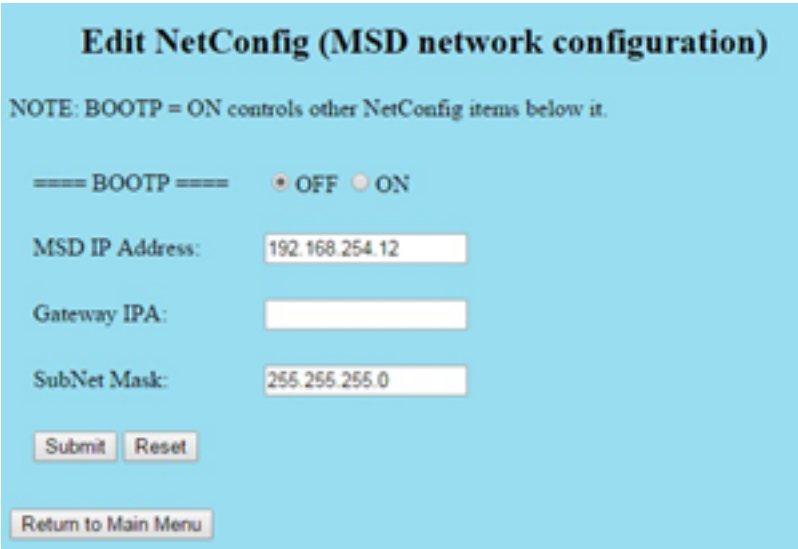

图 22. WUI 编辑 NetConfig
- 5 单击设置实时时钟或编辑 NetConfig，然后转到编辑 NetConfig（MSD 网络配置）。（请参阅图 22。）